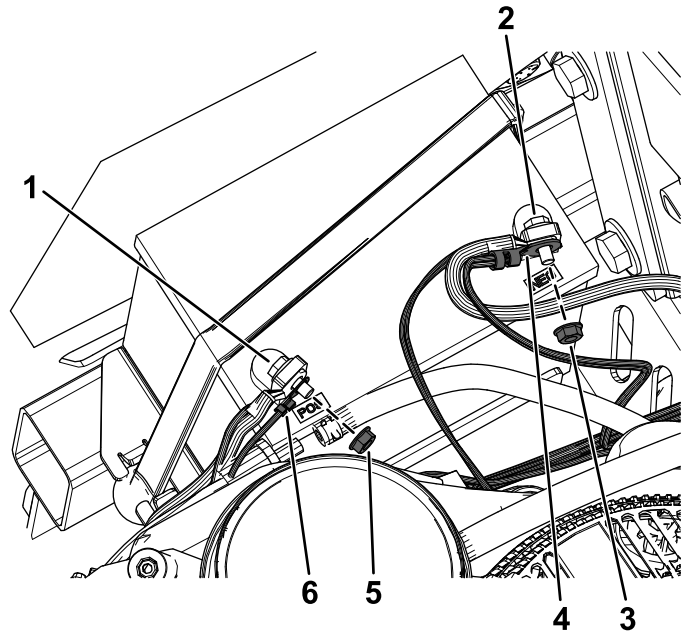

Figure 17
5. Retirez l'écrou de la borne positive de la batterie et placez la bague de la borne positive du faisceau du kit sur le boulon (Figure 17).
6. Fixez la bague de la borne positive à l'aide de l'écrou retiré précédemment (Figure 17).
8. Retirez l'écrou de la borne négative de la batterie et placez la bague de la borne négative du faisceau du kit sur le boulon (Figure 17).
9. Fixez la bague de la borne négative à l'aide de l'écrou retiré précédemment (Figure 17).